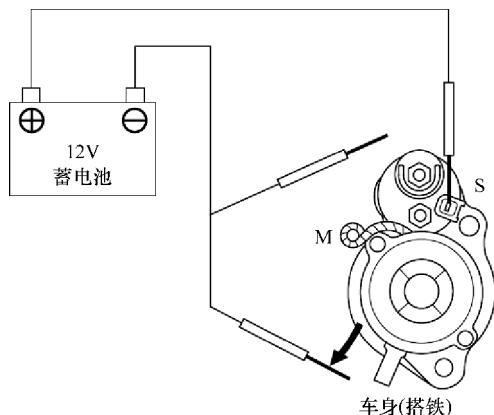

图 24-8 从壳体上断开蓄电池负极
6) 如图 24-8 所示, 将蓄电池负极从起动机壳体上断开。如果小齿轮立即缩回, 则工作正常。